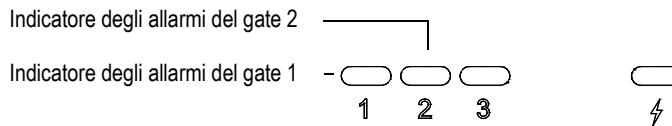

Figura 2-12 Indicatori degli allarmi del gate 1 e del gate 2
- Si accende uno dei due indicatori degli allarmi situato nel pannello frontale dell'EPOCH 600 (vedi Figura 2-12 a pagina 50).